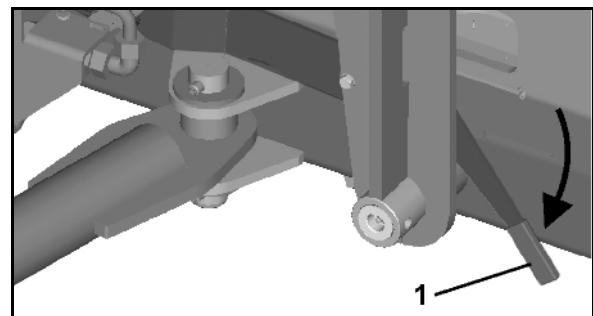

Рис. 102
4. Разблокируйте фиксатор консоли в сложенном виде (Рис. 102/1).